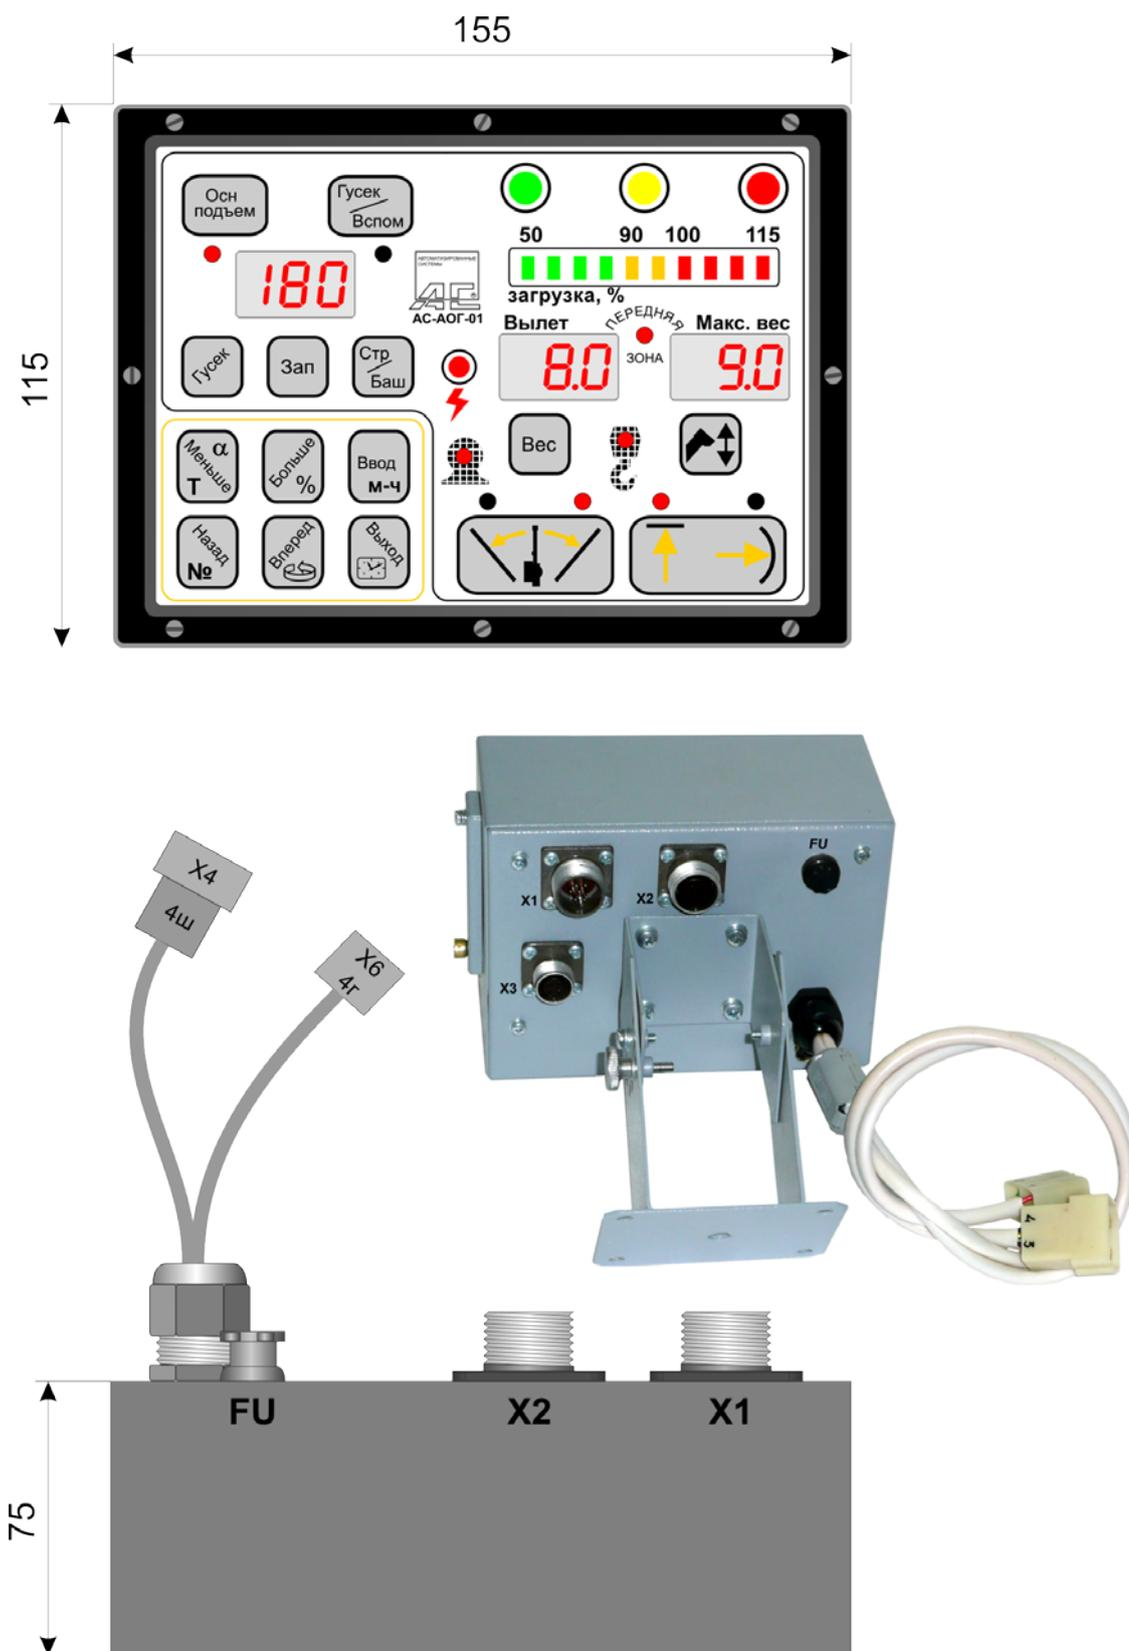
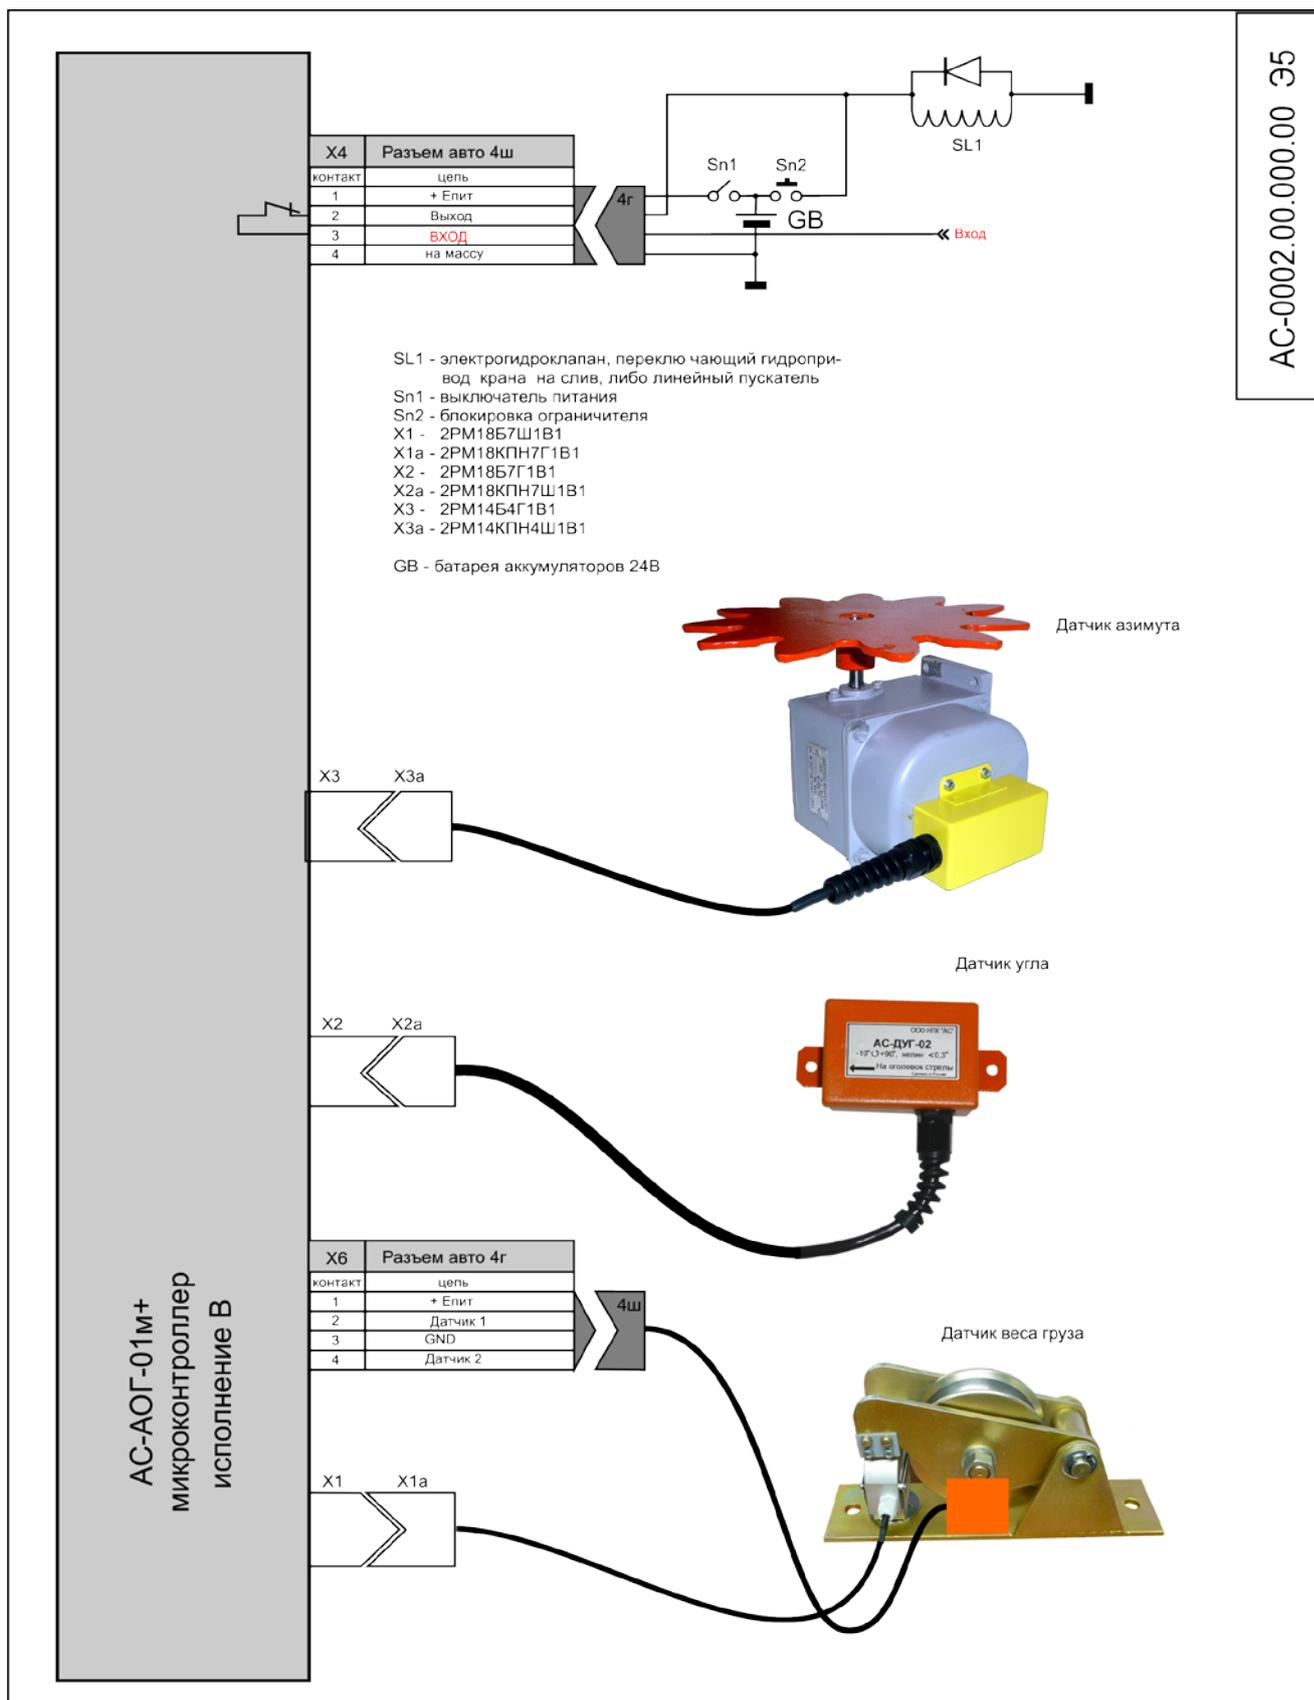

Рис.2
Рис.3
- 1) блок АОГ, включающий "Регистратор параметров" 1 шт, рис.2;
6.1. Описание работы проводится по схеме Рис.3.
Подсоединение АОГ к электрооборудованию крана должно быть произведено в соответствии со схемой подключения Рис.3, через контакты разъема X4 блока АОГ, Рис.2, расположенного на шлейфе, выходящем через гермовывод на задней стенке блока АОГ.
6.3. Напряжение питания от источника питания GB при установке выключателя Sn1 в положение ВКЛ подается на контакты разъема X4 блока АОГ, Рис.2.
6.3.3. К блоку питания относятся 2 плавких предохранителя FU1 и FU, расположенных с тыльной стороны, на задней стенке блока АОГ, Рис.2. Плавкий предохранитель FU1 (1А) предназначен для защиты внутренних электронных цепей блока АОГ, а плавкий предохранитель FU (5А) – для защиты цепей управляющих реле от короткого замыкания. Питание реле осуществляется независимо от внутренних электронных цепей блока АОГ.
6.4. Блок АОГ представляет собой полнофункциональную 16-разрядную микроЭВМ, состоящую из модуля индикации и вычислительного модуля, объединенного с модулем ввода цифровых сигналов, модулем АЦП и аналоговых сигналов, модулем "Регистратора параметров", модулем блока питания и модулем блока реле (все на одной плате), Рис.2.